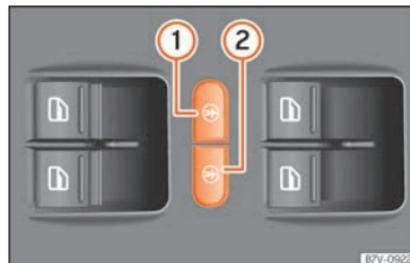

Fig. 138 Na porta do condutor: botões do sistema de segurança elétrico para crianças. »
O sistema de segurança elétrico para crianças evita a abertura e o fecho das portas de correr e do acionamento elétrico das janelas das mesmas a partir do interior, para que as crianças não abram uma porta acidentalmente durante a condução. Com o botão esquerdo » Fig. 138 ① ou direito ② ativa-se o sistema de segurança para crianças no lado traseiro esquerdo ou direito, respetivamente.
Ativar:	Pressione o botão » Fig. 138 ① ou ②.